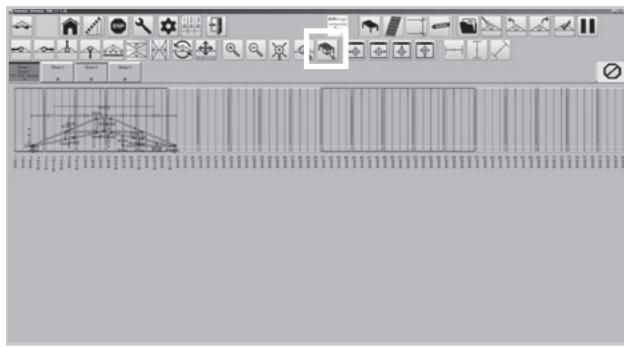

Figure 44
- Aggrandir pour avoir un survol de tout le système : Cliquer pour voir tout le système (figure 44).